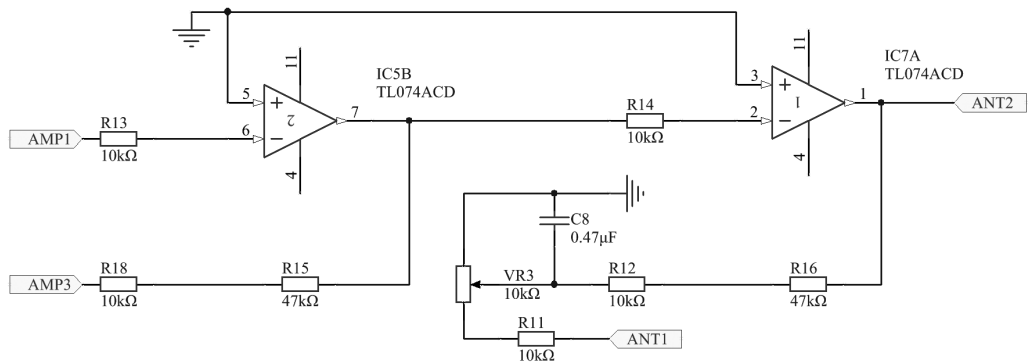

图 5-27 绘制完的原理图 2
(2) 选择菜单栏中的“文件”→“New (新建)”→“原理图”命令，然后单击右键选择“保存为”菜单命令，将新建的原理图文件另存为“Amplification. SchDoc”。完成后的原理图如图 5-27 所示。